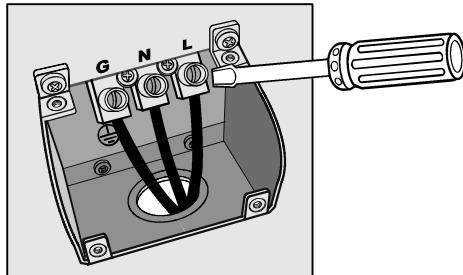

図 22. UPS入力端子台
- 6 図 22および表 1に従い、入力線およびアース線を端子台に取り付けてください。